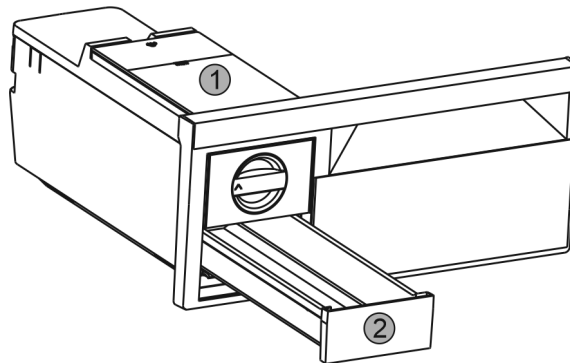

Fig. 37
- ▶ Vyjměte nádržku na vodu *Fig. 37 (1)* a zásuvku na kostky ledu *Fig. 37 (2)*.